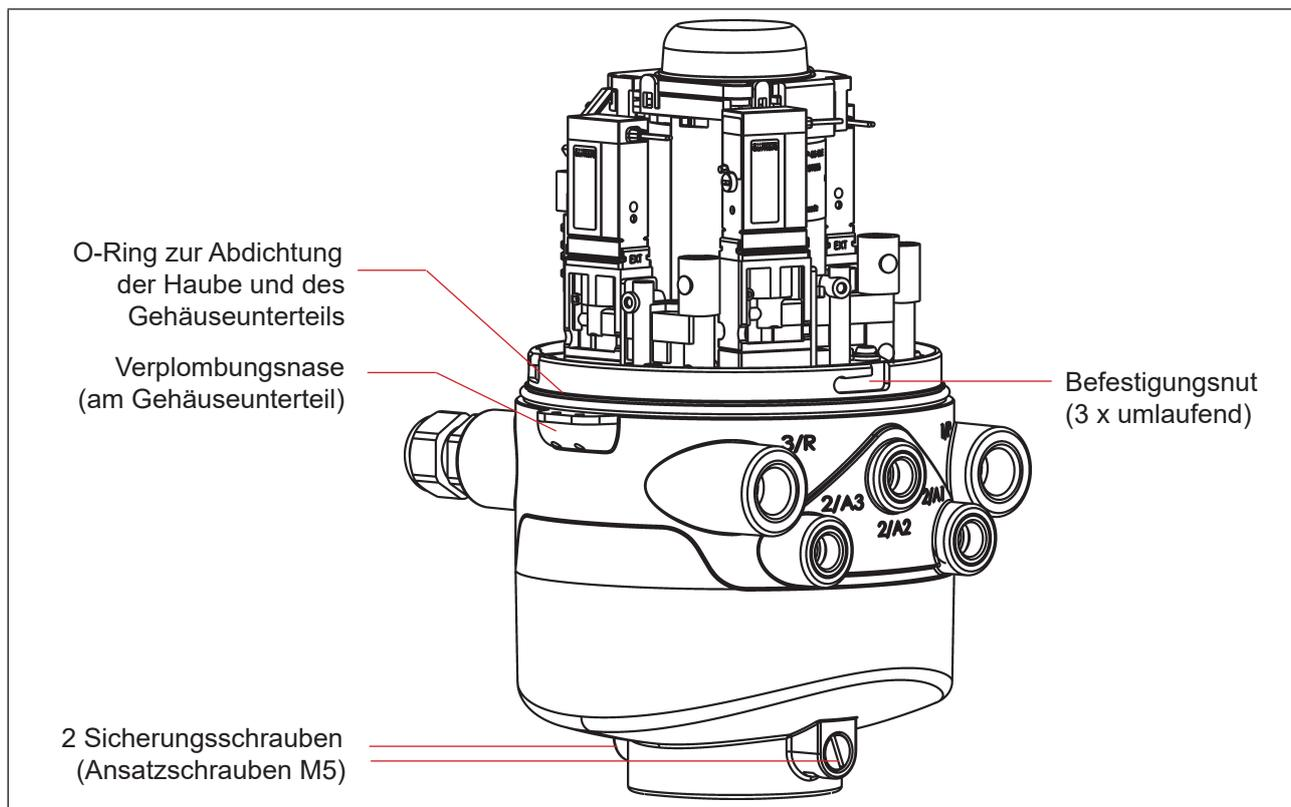

Abb. 15: Abdichtung und Verriegelung des Gehäuses
- Bleiplombe entfernen, wenn das Gehäuse an der Verplombungsnase gesichert ist – siehe „Abb. 15“.
Haube vollständig über den O-Ring des Unterteiles drücken – siehe auch „Abb. 15“.